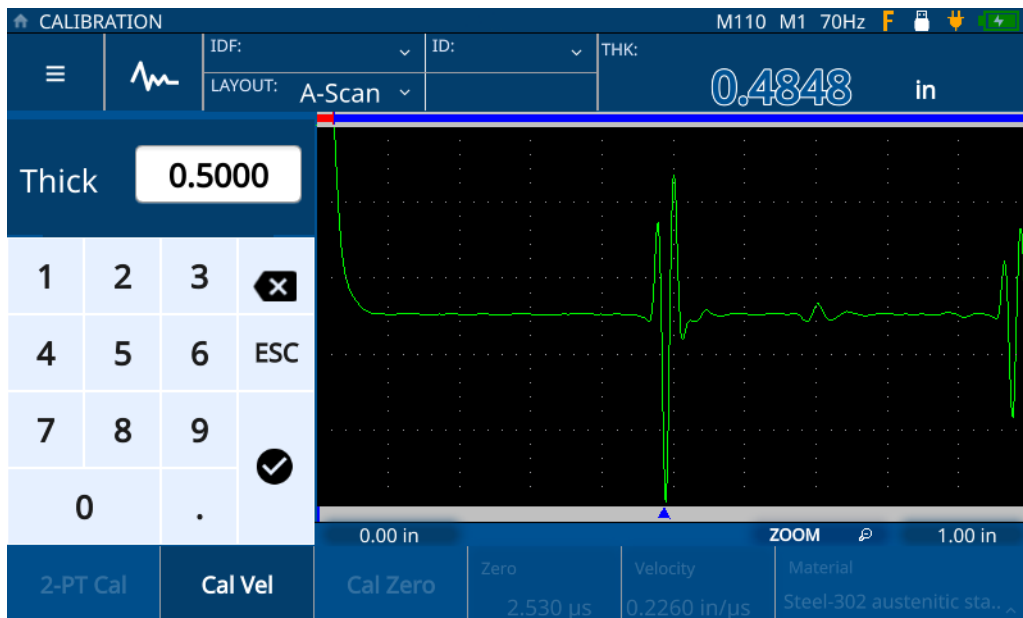

図 5-3 サンプル厚さの入力
5. **Thick (厚さ)** の値をタップして **Edit (編集)** モードにし、サンプルの厚さを入力します (44 ページの図 5-3 参照)。